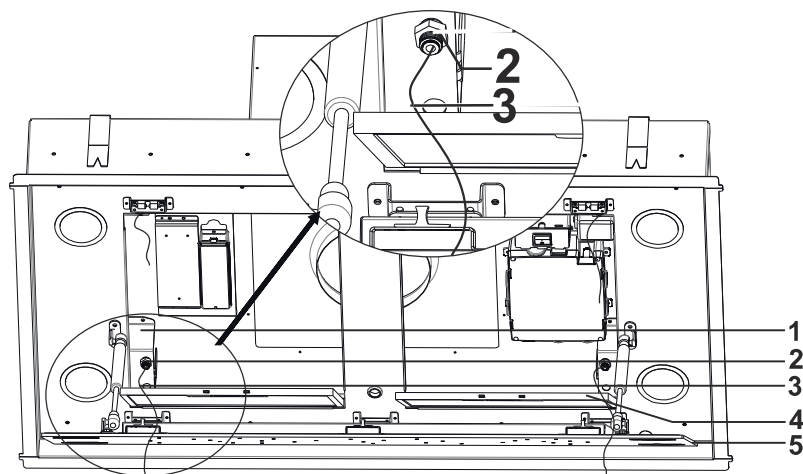

Fig. 11
- 5.** ➤ Vip kantsugpladen ud, ved at tage fat i hjørnerne og hive forsigtigt i den (Fig. 11/5).
Fjern fedtfilterne (Fig. 11/4) og træk stålwirerne igennem sikkerhedslåsene oppefra og ned (Fig. 11/2). Gør dette for alle 4 stålwirer der medfølger